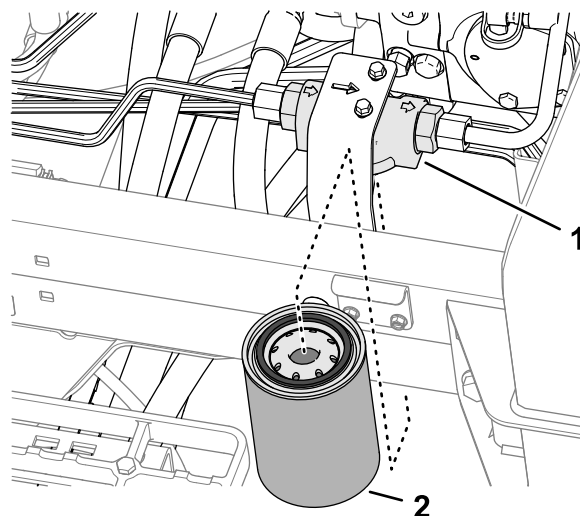

Figure 118
3. Placez un bac de vidange sous le filtre de charge, sur le côté gauche de la machine (Figure 118).